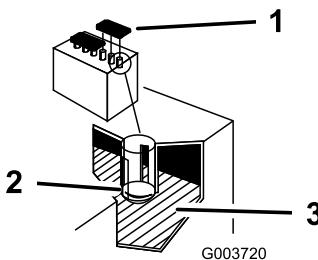

Figure 58
2. Ouvrez les bouchons pour observer l'intérieur des éléments. L'électrolyte doit atteindre la partie inférieure du tube (Figure 58).
**Important:** Le niveau d'électrolyte ne doit pas descendre au-dessous du trait inférieur (Figure 58).
2. Enlevez les bouchons de remplissage de la batterie (Figure 58).
3. Versez de l'eau distillée avec précaution dans chaque élément jusqu'à la partie inférieure du tube (Figure 58).